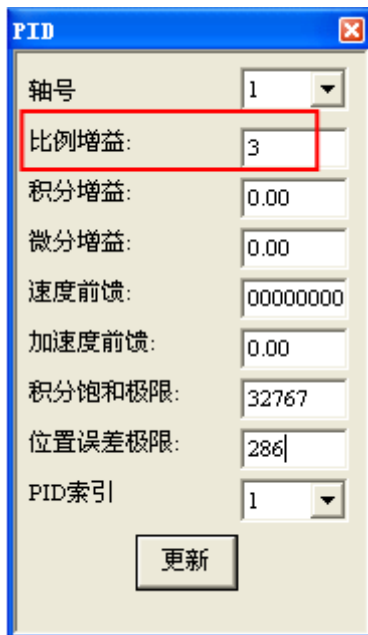

图 4-11 PID 设置选项
- (3) 点击“视图”->“PID”，调出 PID 面板，轴号选择为 1 轴，比例增益设置为适当的值（比如 3），其他保持默认值（也可以将积分增益及微分增益都设置为 0，其他保持默认值），最后点击“更新”，第一轴就是模拟量控制模式了，如图 4-11 所示。